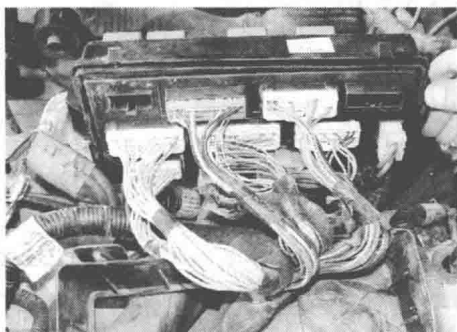

图 1-11 汽车线束
3)线束 为使全车线路规整,安装方便及保护导线的绝缘,汽车上的全车线路除高压线、蓄电池电缆和起动机电缆外,一般将同区域的不同规格的导线用棉纱或薄聚氯乙烯带缠绕包扎成束,称为线束,如图 1-11 所示。